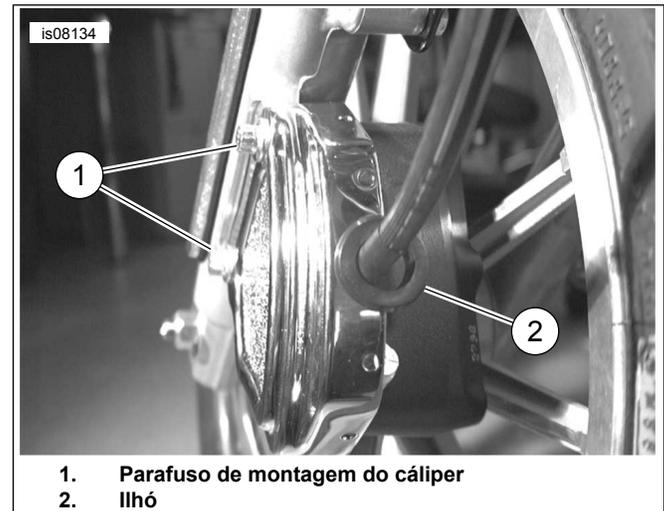

Figura 2. Aperto dos parafusos de montagem do cáliber e instalação do ilhó
4. Veja Figura 2. Insira o ilhó no corte semicircular na tampa externa.
5. Veja Figura 2. Aperte o parafuso de montagem do cáliber inferior com torque de 37,9 a 51,5 N·m (28 a 38 lb·pé) e depois aperte o parafuso superior de montagem com torque de 37,9 a 51,5 N·m (28 a 38 lb·pé).